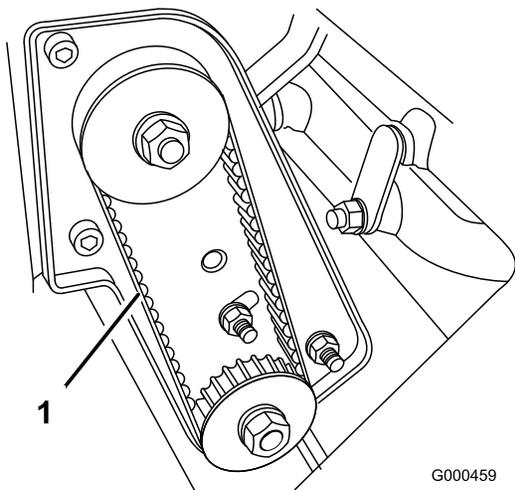

Figure 41
- 2. Contrôlez la tension de la courroie en exerçant une force de $1,8 \pm 0,5$ kg à mi-distance entre les poulies (Figure 41). La courroie doit présenter une flèche de 4,8 à 7,9 mm. Si ce n'est pas le cas, passez à l'étape suivante.